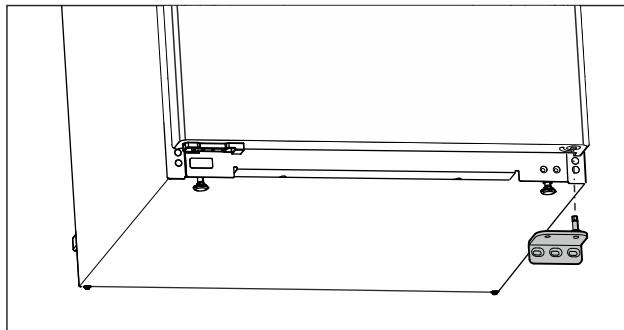

Fig. 11
- Detașați suportul de lagăr în jos. (vezi Fig. 11)